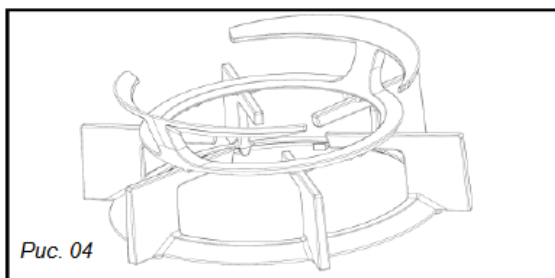

Рис. 04
- **Настройка ретардеров на соплах:** они расположены под ручками (Рис. 04).
- Только варочные панели с конфоркой высокой мощности оснащены специальной решеткой типа «вок». Благодаря этой решетке Вы можете использовать посуду с вогнутым дном. Такая решетка обеспечивает оптимальное распределение пламени под большими емкостями, такими как сковорода-вок (Рис. 04).